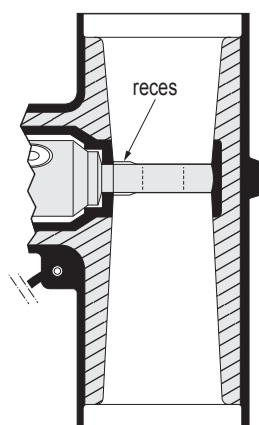

Fig. 15
17) Det kontrolleres, at stik-huset vender rigtigt i forhold konus, hvorefter det skubbes ned over kabelsko og feltstyringselement, indtil kabelskoens hul sidder i centrum. Skruenkabelsko har en reces, der holder kabelskoen på plads i stik-huset, se fig. 15. Pas på, at feltstyringselementet ikke forskubbes i denne proces.